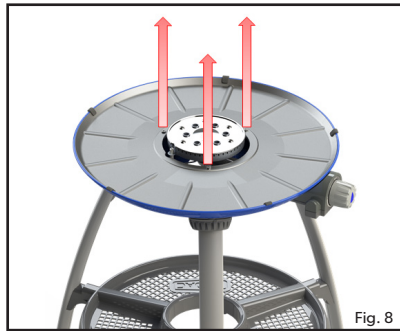
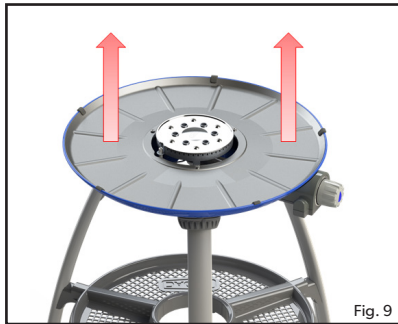
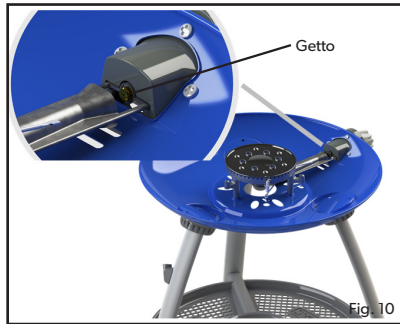

Fig. 8
Fig. 9
Fig. 10
- Sostituire il getto: Rimuovere le tre viti dalla piastra di schermatura anticalore (Fig. 8). Rimuovere la piastra di schermatura anticalore (Fig. 9) facendo attenzione a non danneggiare l'elettrodo piezoelettrico. Il getto può ora essere rimosso utilizzando una chiave adatta (Fig. 10). Non utilizzare pinze sul getto poiché questo può danneggiarlo, rendendolo inutilizzabile o impossibile da rimuovere. Avvitare il nuovo getto nella valvola. Non serrare eccessivamente poiché questo può danneggiare il getto.